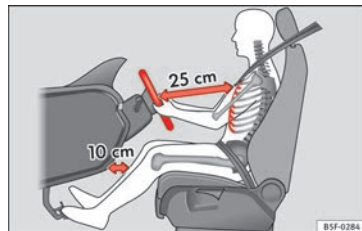

Fig. 81 Distance correcte entre le conducteur et le volant.
- Réglez le volant de sorte que la distance entre celui-ci et votre cage thoracique soit d'au moins 25 cm »» **fig. 81**.
- Réglez le siège du conducteur de manière à laisser une distance minimale de 25 cm entre votre cage thoracique et le centre du volant » fig. 81. Si la distance est inférieure à 25 cm, le système d'airbags ne peut pas vous protéger correctement.